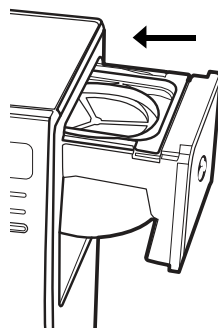

Figura 6
4. Coloque e deslize a gaveta porta filtro em seu lugar (Figura 6).